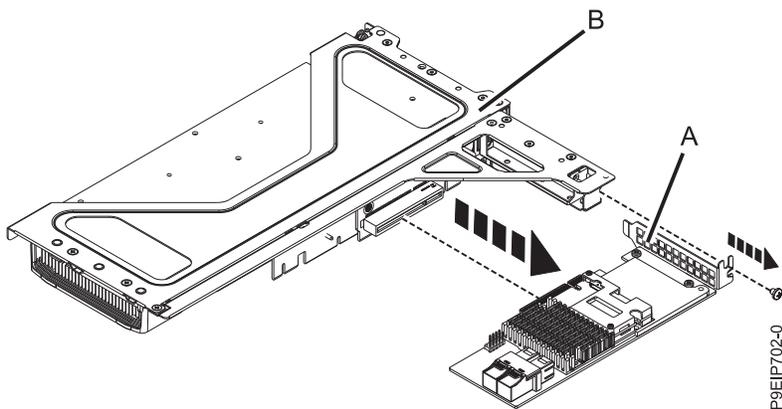
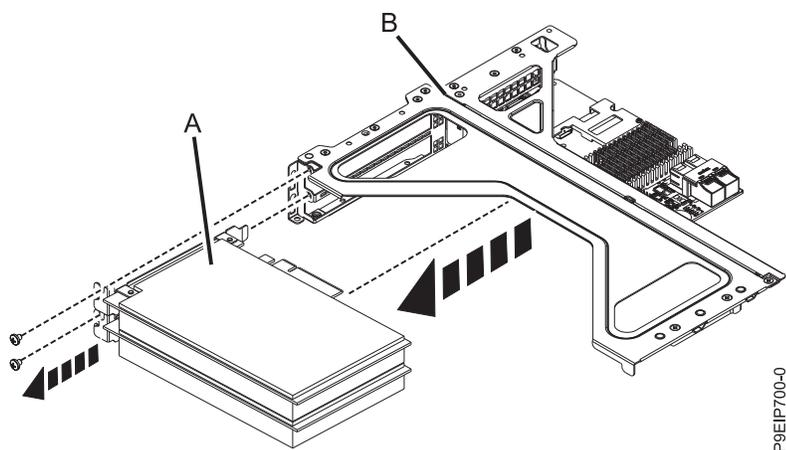

図 24. ライザーの位置 3 からの PCIe アダプターの取り外し
図 25. ライザーの位置 2 または位置 3 からの PCIe アダプターの取り外し
6. 交換する PCIe アダプター (A) を PCIe ライザー (B) から取り外します (図 24 または 30 ページの図 25 を参照)。